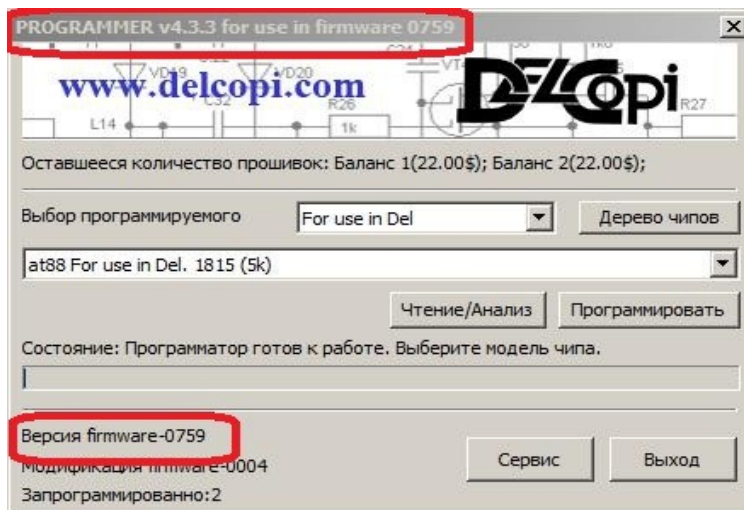

рис.2
6. В случае если в строке состояния программатора появилась надпись "заблокирован по:NO_CNTR;NO_CNTR;NO_CNTR;» Проверьте что вы используете соответствующий версию софта для соответствующей версии firmware программатора см. рис.2